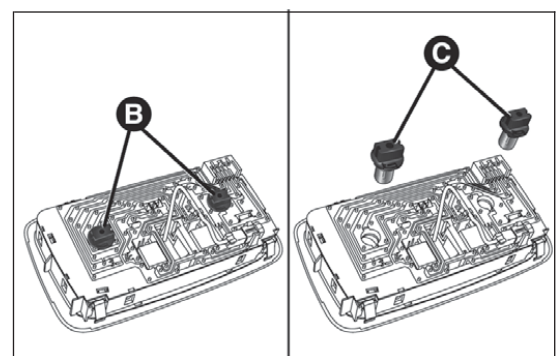

Abb. 193
- Die Lampensockel B Abb. 193 losschrauben und nach außen ziehen. Danach die Lampen C ersetzen;